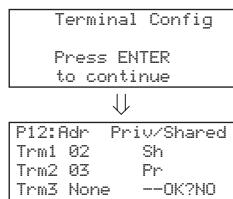

Fig. 9
2. Pulsar la tecla “Setup”: se visualizan en secuencia las pantallas de la Fig. 9 a la sección “Pantallas” al final del documento;